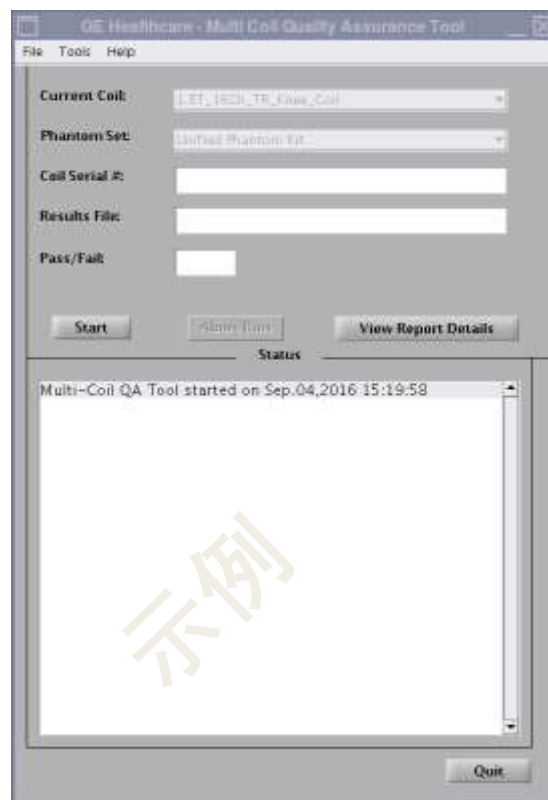

图 3
当前线圈字段将会自动填写 (图 3)，基于连接 LPCA 的线圈的线圈 ID。在 [Coil Serial #] (线圈序列号) 字段中输入正在测试的线圈的序列号。
2. 单击 [Start] (开始) 以开始自动测试，如图 3 所示。根据测试位置的数量 (线圈的复杂性)，该测试可能需要 3 到 5 分钟。